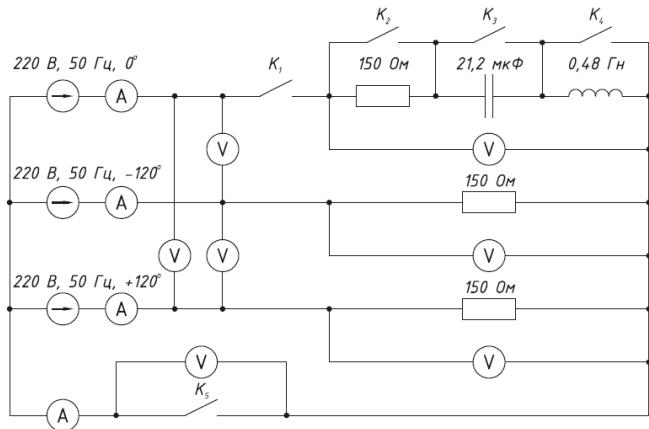

Рис. 3
- Запустить программный комплекс Multisim. Собрать схему, изображенную на рис.3.